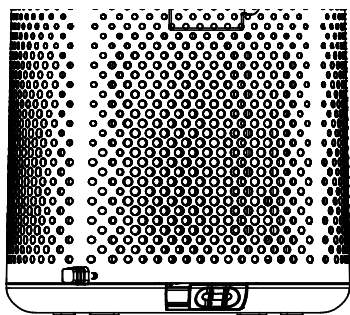

рис. 1
2. Поверните устройство на 180 градусов, чтобы крышка (5) оказалась сверху. Положите прибор на деликатную ткань, чтобы не поцарапать прибор о поверхность столешницы.
3. Осторожно сдвиньте ползунок (6), фиксирующий крышку фильтров (рис.1).